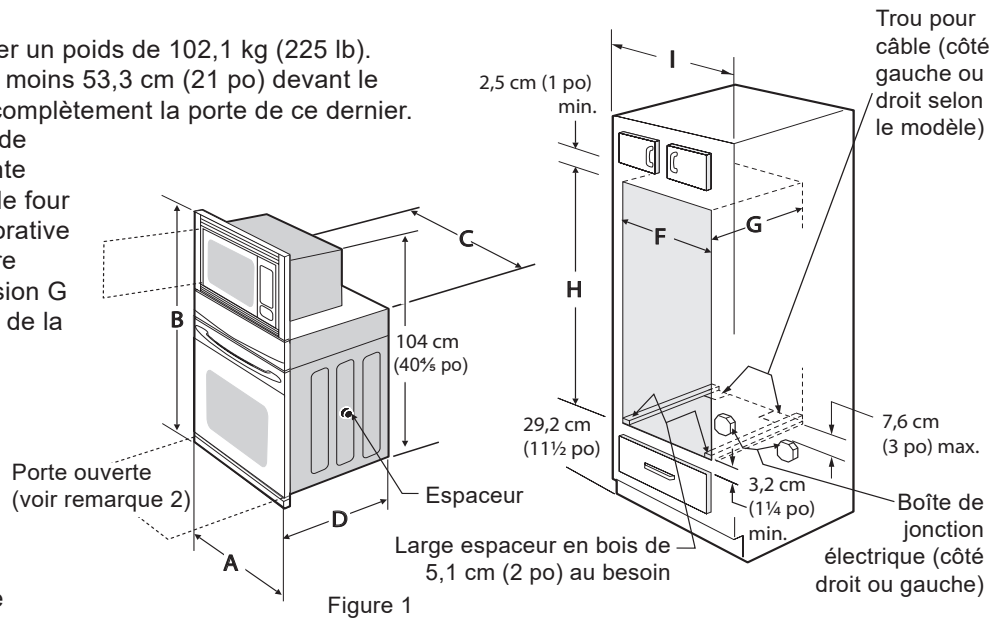

Figure 1
Reportez-vous à la figure 1 pour connaître les dimensions relatives à votre appareil, et l'espace nécessaire pour recevoir le four combiné. La surface de soutien du four doit être faite de contreplaqué solide ou d'un matériau comparable. Elle doit être de niveau, autant de la gauche vers la droite que de l'avant vers l'arrière.
2. Ces appareils doivent être raccordés à un boîtier de fusibles (ou de disjoncteurs) à l'aide d'un câble gainé non métallique ou armé flexible. Le câble armé flexible de l'appareil devrait être connecté directement à la boîte de jonction. La boîte de jonction devrait être située aux emplacements illustrés aux figures 1, et le câble reliant la boîte et l'appareil devrait être aussi lâche que possible pour permettre de déplacer l'appareil en cas de réparation.